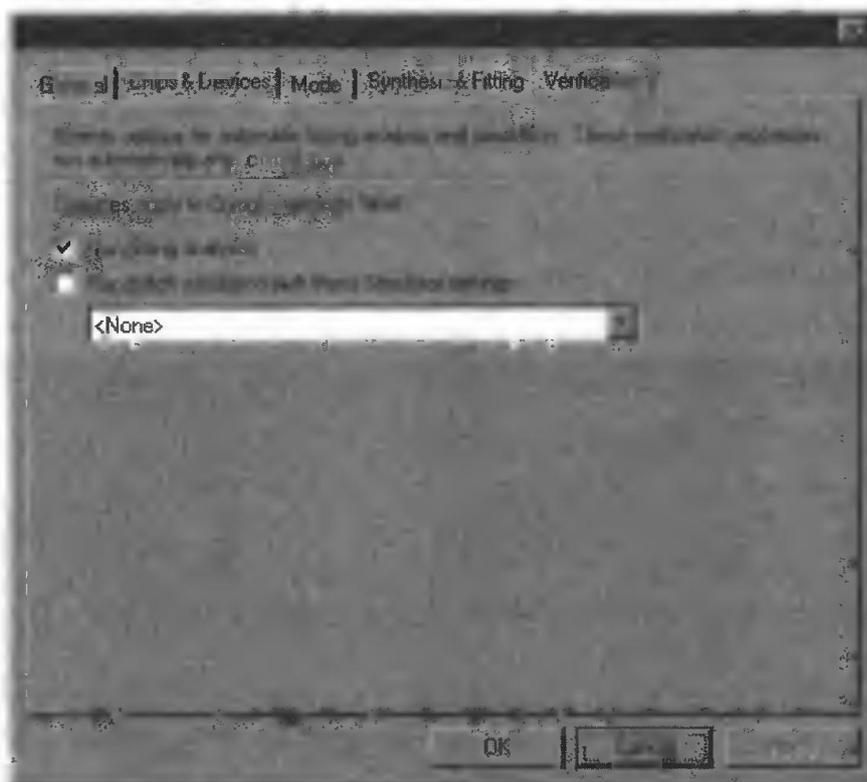

Рис. 3.37
- Убедитесь, что опция **Run timing analyses** (запускать анализ временных характеристик) включена (рис. 3.37).